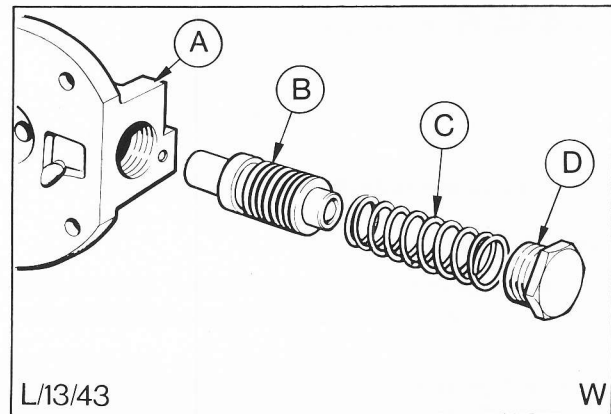

Abb. 69 Pumpenventil zerlegt
- Ventildeckel abschrauben. Deckel, Feder und Ventil abbauen, Abb. 69.